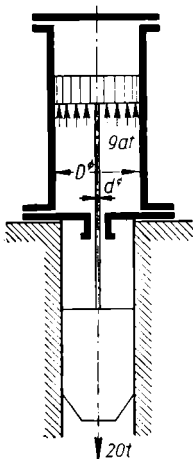

Bild 26
30. Der Bär eines **Dampfhammers** (Bild 26) hat 20 t Masse und soll mit einer Beschleunigung $0,7 \text{ m/s}^2$ angehoben werden. Zu berechnen ist a) die erforderliche Kolbenkraft beim Anheben. Die Reibungsverluste sollen durch 5 % Zuschlag berücksichtigt werden. b) der Durchmesser *d* der Kolbenstange für eine zulässige Zugspannung 150 kp/cm^2 ; c) der Durchmesser *D* des Dampfzylinders für 9 at Überdruck Dampfspannung unter Berücksichtigung der durch den Kolbenstangenquerschnitt verlorenen Kolbenfläche.
31. Bei einem **Dampfhammer** von 250 mm Zylinderdurchmesser (Bild 26 wie bei voriger Aufgabe) beträgt die Masse von Hammerbär, Kolben und Kolbenstange zusammen 1500 kg. a) Wie groß ist die Kolbenkraft, wenn die Dampfspannung 6 at Überdruck beträgt und der Kolbenstangenquerschnitt sowie die Stopfbüchsenreibung vernachlässigt werden? b) Mit welcher Beschleunigung wird der Bär angehoben? c) Mit welcher Beschleunigung fällt der Bär, wenn während der ganzen Fallbewegung Oberdampf von 6 at Überdruck über dem Kolben wirkt, während der geringe Gegendruck des Auspuffdampfes unter dem Kolben vernachlässigt wird? d) Mit welcher Geschwindigkeit trifft dann der Bär auf das Schmiedestück auf bei 700 mm Fallhöhe? e) Wie lange dauert der Fall?